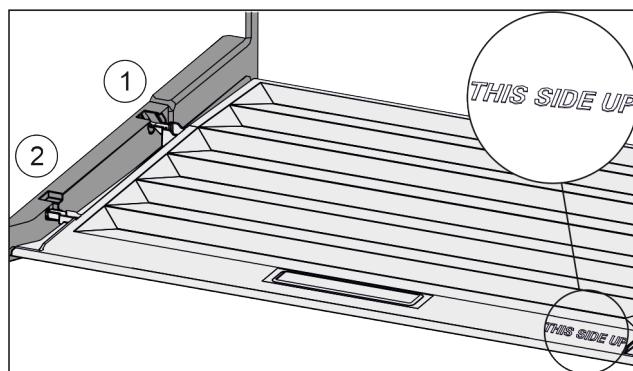

Fig. 26
- ▶ Ramiona pokrywy wprowadzić ponad otworem tylnego uchwyty Fig. 26 (1) i zazębić z przodu w uchwycie Fig. 26 (2).